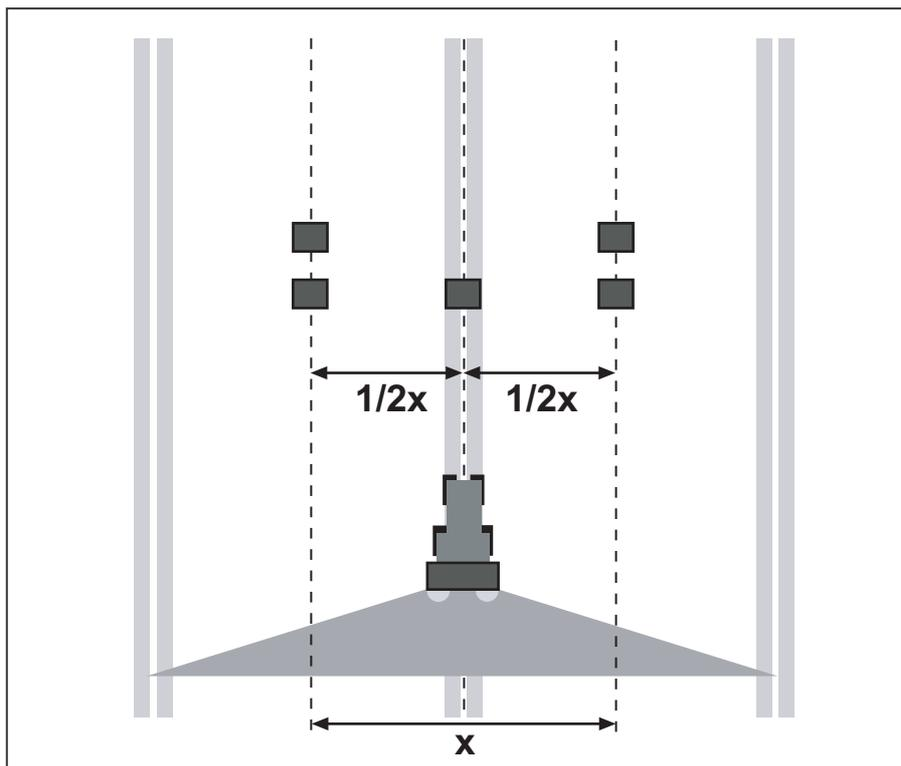

Figura 8.13: Disposizione per una traversata
- Disporre in fila due vaschette di raccolta, alla distanza di **1 m**, in ciascuna zona di sovrapposizione (tra le corsie) e una vaschetta nella corsia stessa (cfr. figura 8.13).